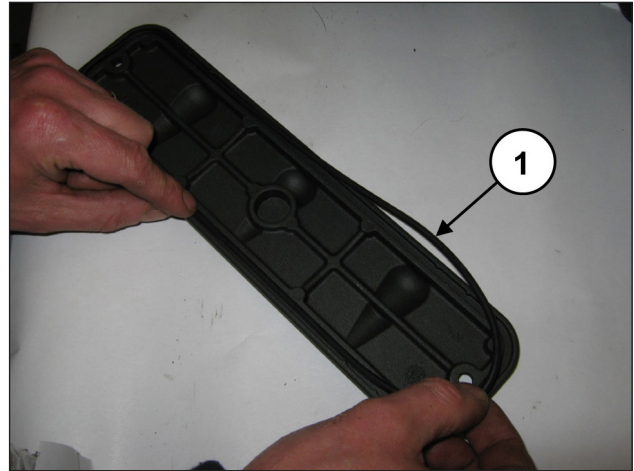
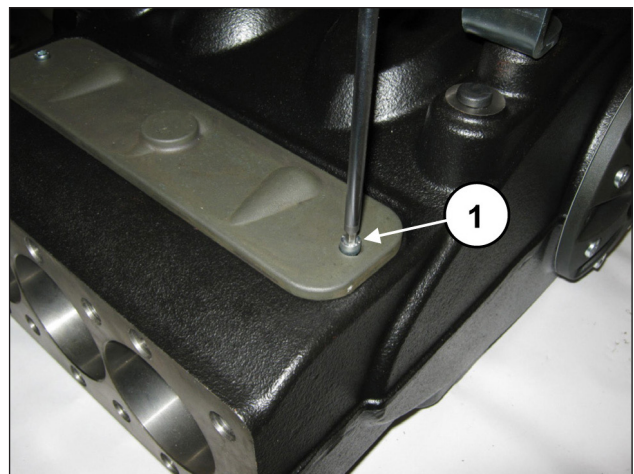

Abb. 195
Abb. 196
Setzen Sie den O-Ring (Pos. ①, Abb. 195) auf die Inspektionsdeckel und sichern Sie die Deckel mit 2 Schrauben M6x14 (Pos. ①, Abb. 196) und 2 Schrauben M6x40.